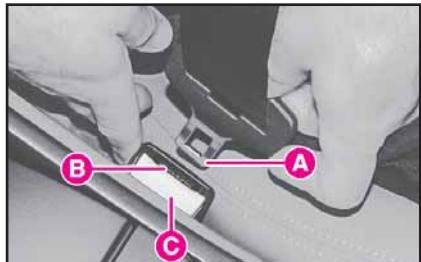

fig. 69
Para abrocharse el cinturón introduzca la patilla de enganche A (fig. 69) en la hebilla B, hasta que oiga el “clic” de bloqueo.
**No presione el pulsador C (fig. 69) durante la marcha.**